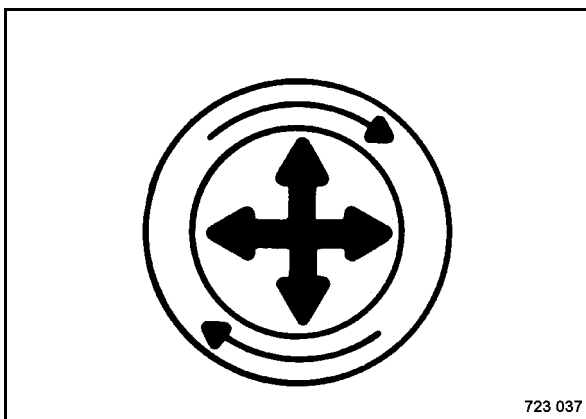

Fig. 215
- Soltar el elemento filtrante principal (Fig. 215) con cautela.
El elemento filtrante principal está posicionado precisamente sobre el tubo de salida así procurando una obturación por la parte interior de la tapa del filtro. Retirar el elemento filtrante principal con cautela para reducir la cantidad de polvo liberada. Para soltar la obturación hay que tirar o girar el elemento filtrante principal con mucho cuidado hacia arriba, hacia abajo y lateralmente (Fig. 215).